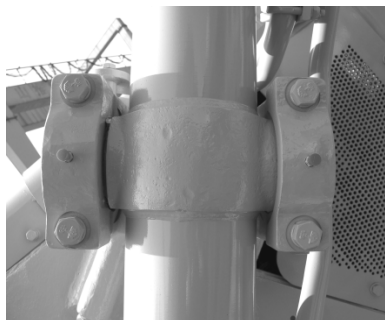

FIGURA 5-14
8. ENGRAXE A JUNTA ESFÉRICA DO TIRANTE (VER A FIGURA 5-14) EM 2 PONTOS.